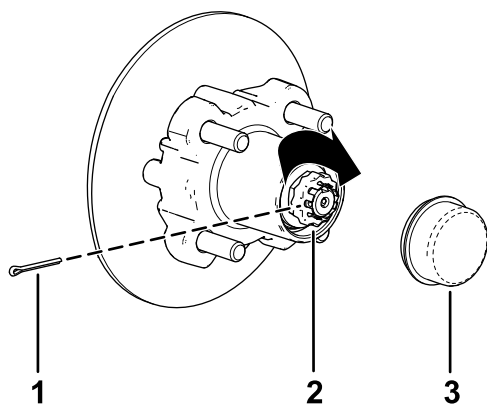

Figure 26
8. Placez le frein d'écrou sur l'écrou et vérifiez que la fente du frein d'écrou et le trou dans la fusée sont alignés et permettent d'insérer la goupille fendue (Figure 26).
9. Insérez la goupille fendue et repliez chaque jambe autour du frein d'écrou (Figure 26).
10. Reposez le couvre-moyeu sur le moyeu (Figure 26).